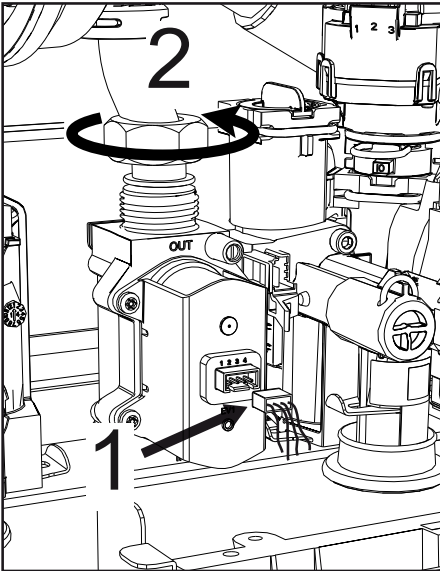

fig. 44
- Deconectați conectorii electrice „1” (fig. 44).
- Deconectați furtunul de alimentare cu gaz „2” (fig. 44)